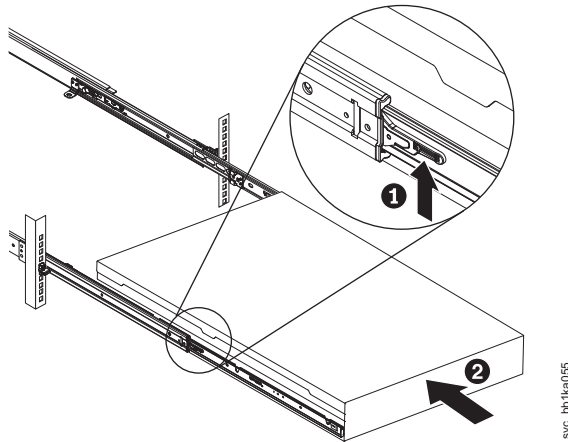

Figura 280. Levantando as alavancas de travamento dos trilhos deslizantes do rack
11. Levante as alavancas de travamento (**1** em Figura 280 na página 351) nos trilhos deslizantes e empurre o servidor **2** completamente no rack até que ele encaixe.